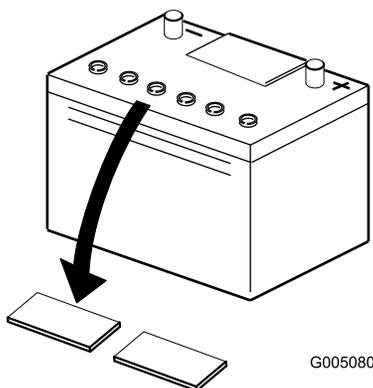

Figura 3
- Limpie la parte superior de la batería y retire los tapones de ventilación (Figura 3).